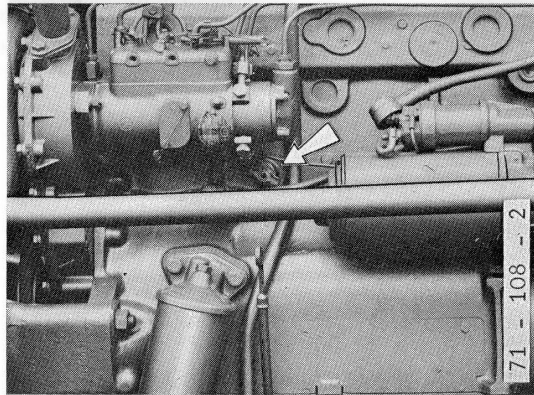

Fig. 49
- Le robinet du bloc moteur (côté gauche) (fig. 49).